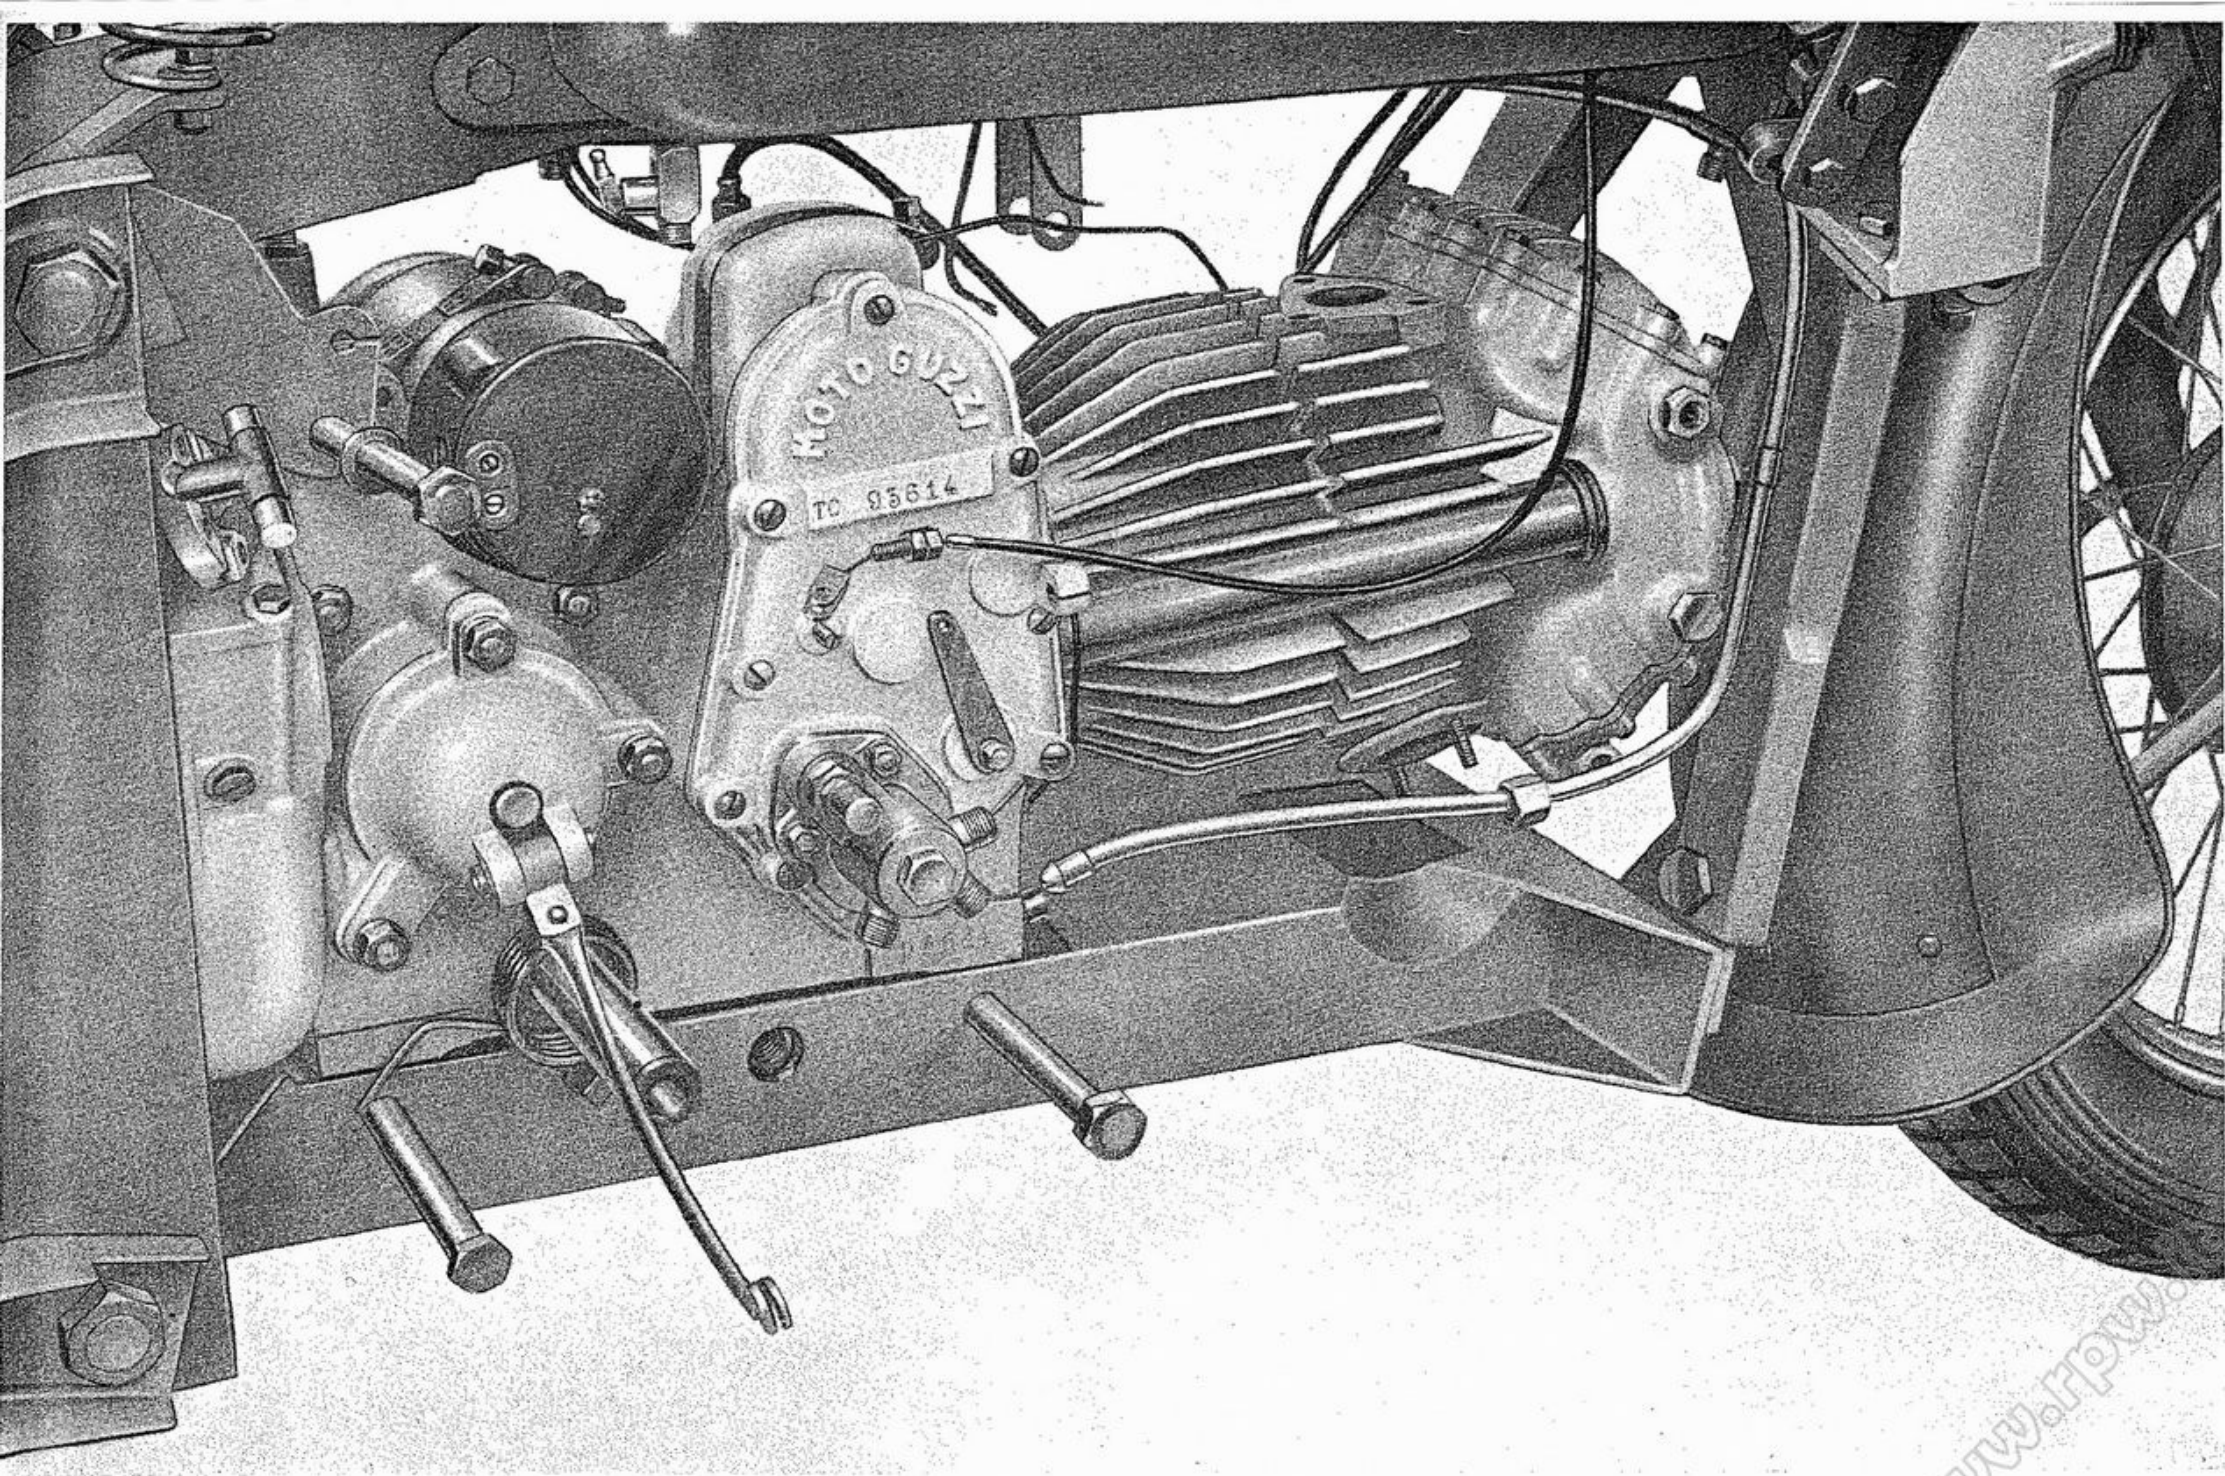

Fig. 7 - Motore pronto da togliere dal telaio, si notino i perni di fiss. motore parzialmente sfilati 19
- i tre perni che fissano il motore alle piastre, sfilandoli sul lato destro (vedere fig. 7).